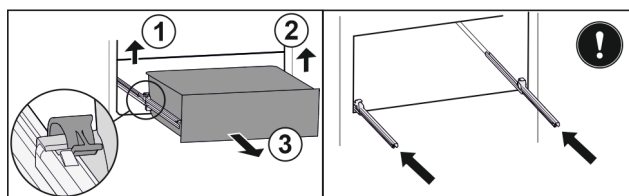

Fig. 92
- Podignite lijevu stezaljku i istovremeno izvucite ladicu lijevo prema naprijed. Fig. 92 (1)
- Podignite desnu stezaljku i istovremeno izvucite ladicu desno prema naprijed. Fig. 92 (2)
- Izvadite ladicu prema naprijed. Fig. 92 (3)